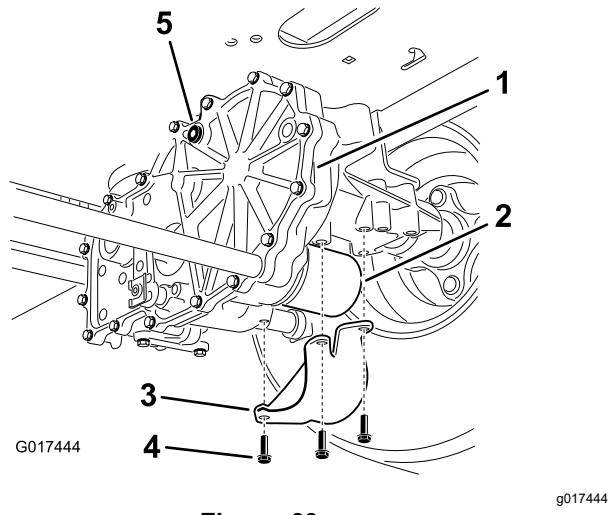

Figura 69
4. Localice el filtro y los protectores de cada sistema de tracción del transeje (Figura 69).
5. Retire los 3 tornillos que sujetan el protector del filtro, y retire el protector (Figura 69).